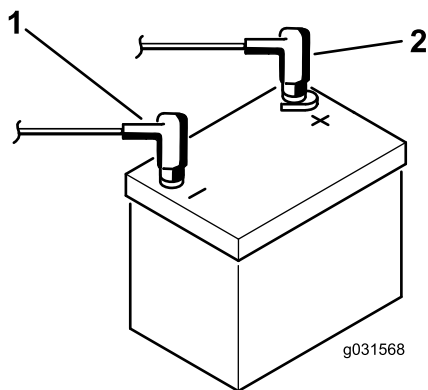

Figure 4
8. Raccordez le câble positif (rouge) de la batterie à la borne positive (+) et le câble négatif (noir) à la borne négative (–) et fixez-les en place avec les vis et les écrous (Figure 4).